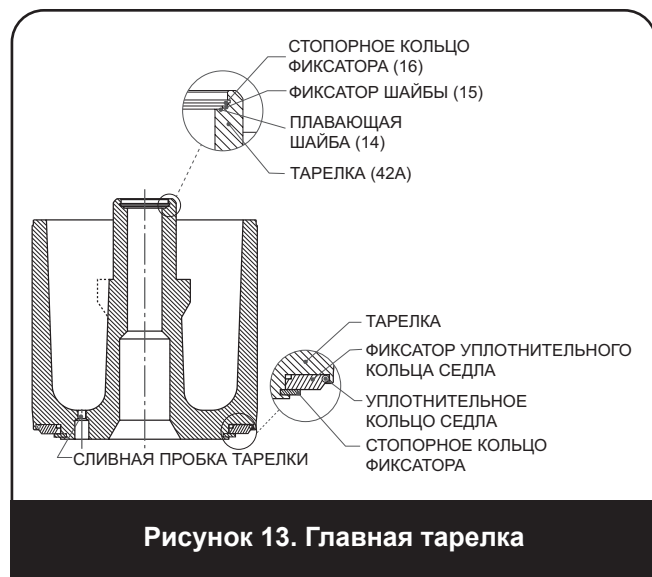
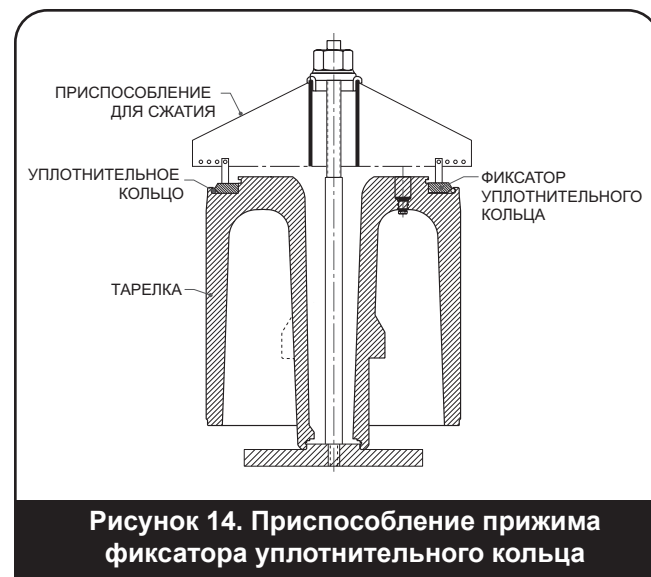

Рисунок 13. Главная тарелка
Рисунок 14. Приспособление прижима фиксатора уплотнительного кольца
1. При необходимости снять плавающую шайбу (14) необходимо сначала снять стопорное кольцо фиксатора (16) (см. рис. 13). Для снятия стопорного кольца (16) можно использовать плоскогубцы Truarc (номер по каталогу Baker Hughes 5153305). Теперь можно снять другие детали, держатель шайбы (15) и плавающую шайбу (14). Сборка в обратном порядке.
2. При снятии тарелки главного клапана (7) необходимо осмотреть просверленную сливную пробку (6) и очистить проходы используя проволоку достаточной длины.
3. Для замены уплотнительного кольца седла (11) или снятия фиксатора уплотнительного кольца седла (5) необходимо снять стопорное кольцо фиксатора (4) (см. рис. 13). Установите тарелку на приспособление для сжатия (Baker Hughes, номер по каталогу 9336901) (см. рис. 14) и сожмите фиксатор уплотнительного кольца седла. Снимите стопорное кольцо фиксатора с помощью плоскогубцев Truarc (Baker Hughes, кат. № 5153304).